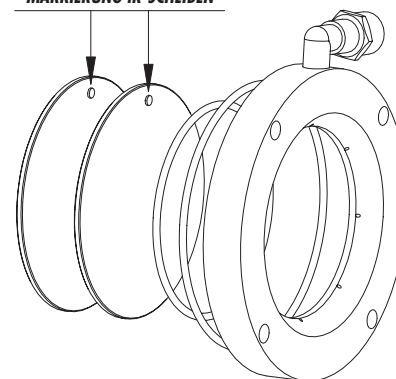

Fig. 2
- ⚠ **Attenzione al corretto orientamento dei vetri filtro IR. Tali vetri sono dotati di un riferimento che identifica il lato che deve essere rivolto verso l'esterno della custodia cioè verso la direzione di provenienza della radiazione IR. Prima di effettuare la chiusura della flangia rimuovere il riferimento vetri IR (Fig. 2).**
- Posizionare la coppia di vetri nell'apposita sede della nuova flangia fornita in dotazione al kit dopo aver inserito correttamente le guarnizioni O-Ring (Fig. 2).
- ⚠ **Attention à orienter correctement les verres filtre IR. Ces verres sont équipés d'un repère identifiant le côté devant être tourné vers l'extérieur du caisson, c'est-à-dire vers la direction de provenance des radiations IR. Avant de fermer la barrière d'air enlever la référence verres IR (Fig. 2).**
- Positionner les deux verres dans le logement prévu de la nouvelle bride fournie avec le kit après avoir mis en place les anneaux toriques d'étanchéité (Fig. 2).
- ⚠ **Make sure the IR filter glasses face the right direction. The glasses have a reference mark showing the side that should face towards the outside of the housing i.e. towards the direction from which the IR radiation will arrive. Before closing the air barrier remove the IR glasses reference (Fig. 2).**
- Position the glass pair in the appropriate seating on the new flange supplied with the kit, after correctly inserting the O-ring seals (Fig. 2).
- ⚠ **Achten Sie darauf, daß die IR-Filter Scheiben richtig herum eingesetzt werden. Diese Scheiben sind mit einer Markierung versehen, um die Seite zu kennzeichnen, die außerhalb des Gehäuses zeigt, also in die Richtung, aus der die IR-Strahlung kommt. Bevor Sie die Luftbarriere schliessen, nehmen Sie die Markierung IR-Scheiben ab (Fig. 2).**
- Setzen Sie die O-Ring-Dichtungen korrekt ein (Fig. 2). Positionieren Sie dann die beiden Scheiben im zugehörigen Sitz des neuen, im Bausatz enthaltenen Flansches ein.